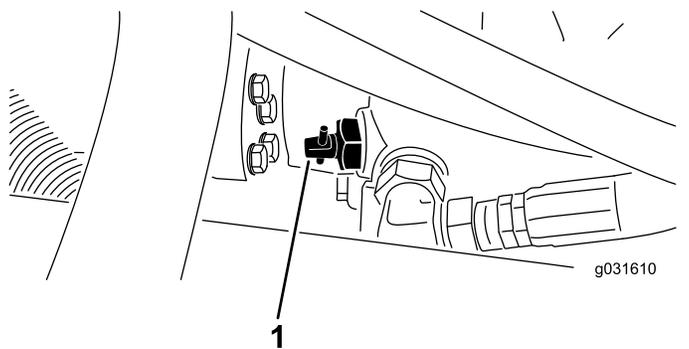

Bild 30
1. Suchen Sie das Sicherheitsventil an der Pumpe (Bild 30) und lösen Sie es durch Drehen um 90° (1/4 Umdrehung).